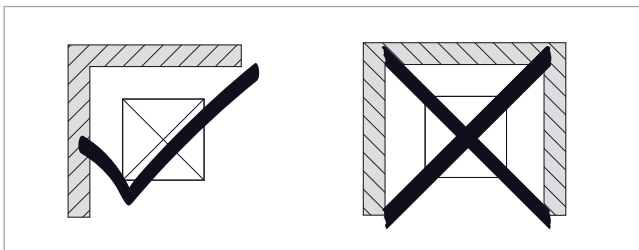

Abb. 4: Aufstellbedingungen in der Nähe von Wänden
- Wärmepumpe nicht in dreiseitig geschlossenen Strukturen aufstellen, siehe → Abb. 4